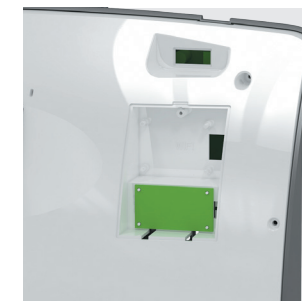

Рисунок 13
6. Вставьте датчик углекислого газа CO2-Z19 в установочное место в нижнем отсеке и завинтите болт фиксации датчика (рис. 13)